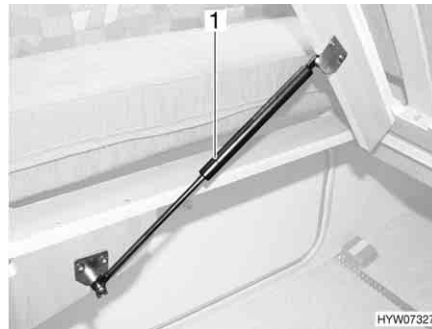

Fig. 109 Lit fixe
- Soulever le sommier à lattes. Les ressorts à pression de gaz (Fig. 109,1) maintiennent le sommier à lattes en position ouverte.